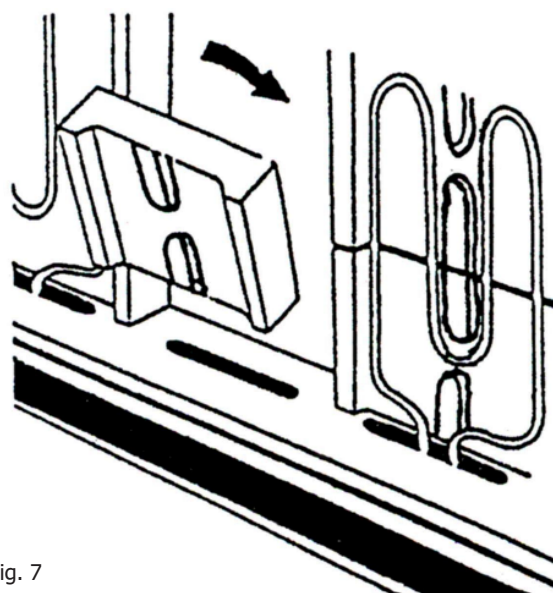

Fig. 7
- Remonter la résistance et disposer les deux rangées de briques sur l'avant. Fig 7